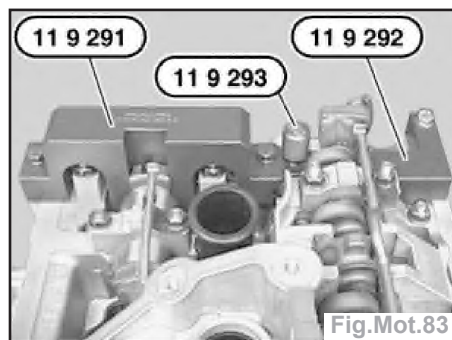

Fig.Mot.83
- Déposer les outils 11 9 291 et 11 9 292 (Fig.Mot.83).